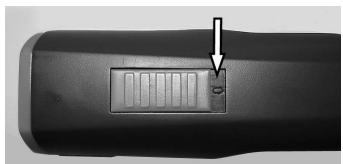

Fig. 4 Interruptor em posição OFF ("0")
1. Teste os contactos da máquina (1) e da bateria (2) verificando se os mesmos estão limpos.
2. Assegure-se de que o interruptor da máquina de tosquia está na posição OFF ("0") (Fig. 4).
3. Insira a bateria (2) na máquina de tosquia (3) até que o engate da bateria (1) esteja engatado em ambos os lados.
4. Coloque a máquina de tosquia com a bateria colocada (1) ou a bateria sozinha (2) assegurando-se da correta ligação dos contactos com as cavidades de ligação da base de carga.
6. A bateria está a carregar. Durante a carga a luz de controlo do LED é vermelha (3). Logo que a bateria esteja carregada a 90%, no mínimo, a luz fica verde e a base de carga passará a ser mais lenta.
7. Segure firmemente a base de carga com uma das mãos ao retirar a máquina (1) ou a bateria adicional (2).
1. Coloque o interruptor na posição OFF ("0") (Fig. 4).
2. Pressione o engate da bateria de ambos os lados (2) e retire a bateria (1).
3. Encaixe a bateria carregada (1) na máquina de tosquia (2) até que esta esteja corretamente engatada.